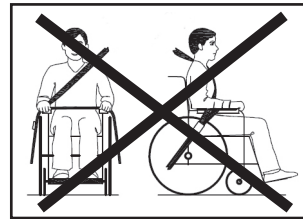

Abbildung 5
- Der Gurt darf nicht an Rollstuhlkomponenten (wie z.B. Armlehnen oder Räder) anliegen, da er dann den Körper des Rollstuhlfahrers nicht mehr vollständig unterstützt (siehe Abbildung 5).